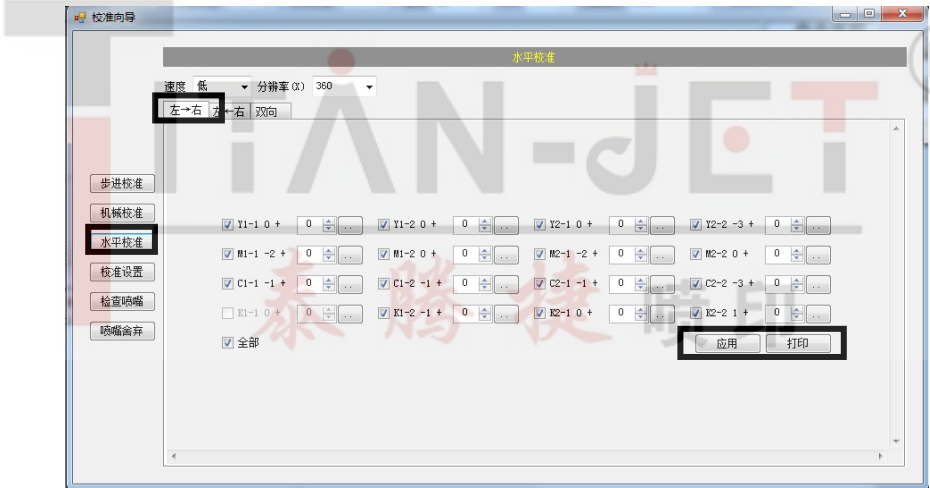

图 8.20 水平校准--从左到右
2.4.1 选择“水平校准-->左→右”，单击“打印”，打印机会打印出一段“测试条”，如图 8.20 所示。测试条共有 23 排图案，与界面中的 23 个选项一一对应。观察测试条中每一排的图案，找出每一排中对齐的图案，并把相对应的数值填入对应选项中（根据每一排前的标号选择）。将每个值填写完毕后，单击“应用”按钮即可。重复以上步骤，继续打印，直到图形中每排图案对应的值都为“0”，如 8.21 所示。